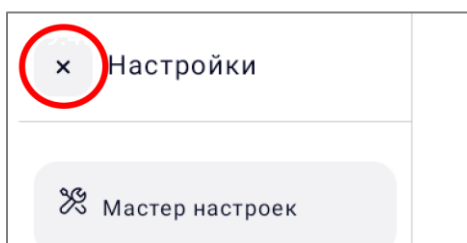

Рисунок 29
- вернуться к главному окну ПО по нажатию кнопки  (рисунок 29);